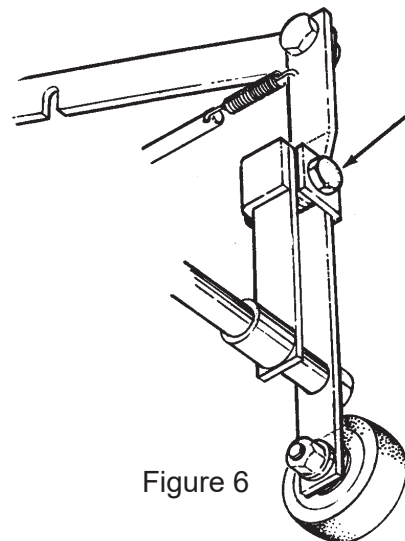

Figure 6
1. Repérez la vis de mise à niveau (voir la figure 6).